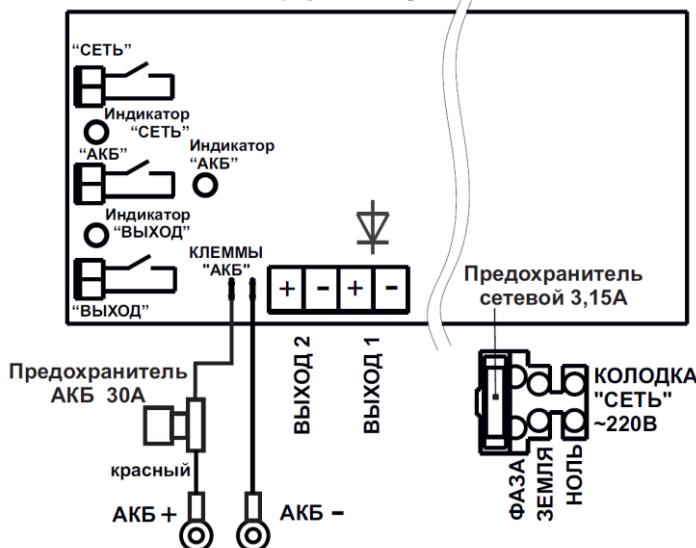

Рисунок 1 – Вид изделия с открытой крышкой (схема подключения)
- формирование выходных сигналов «СЕТЬ», «АКБ» и «ВЫХОД» в формате «СУХИЕ КОНТАКТЫ РЕЛЕ» (при наличии сигнала соответствующий контакт замкнут, см. рисунок 1);
На днище корпуса расположена печатная плата и клеммная колодка «СЕТЬ» со встроенным сетевым предохранителем (см. рисунок 1).
При необходимости отключения напряжения сети нужно извлечь, а для подачи сетевого напряжения вставить обратно, держатель с предохранителем в сетевой колодке (см. рисунок 1).
Подключение устройства производится при отключенном сетевом напряжении и открытой крышке (см. рисунок 1) в следующей последовательности: